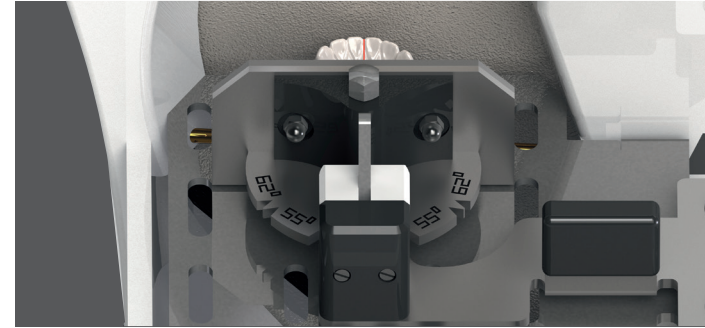

Abb. 17
- Der frontale Bereich wird mit dem 90°-Anschlag, also parallel zur Tuberebene, oder symmetrisch abgerundet bis Mitte 3-3 beschliffen (Abb. 17).